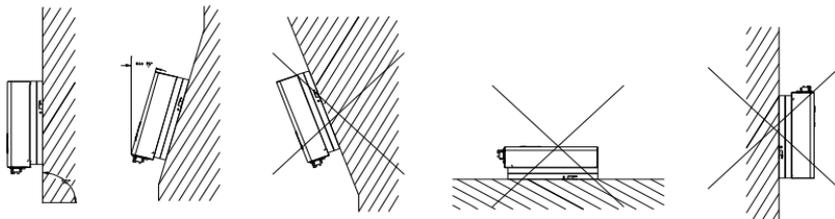

Figura 4.1 Metodo di montaggio
Montare correttamente l'inverter come mostrato nella Figura 4.1 qui di seguito.
- (1) L'apparecchiatura viene raffreddata tramite convezione naturale e può essere installata all'interno o all'esterno.
- (2) Si prega di installare l'apparecchiatura come indicato in Figura 4.1. Si consiglia l'installazione verticale. Montare verticalmente o inclinato all'indietro di max. 15°. Non installare mai l'inverter inclinato in avanti, lateralmente, orizzontalmente o capovolto.
- (3) Installare l'inverter a livello degli occhi per agevolare il controllo del display LCD e per le possibili attività di manutenzione.
- (4) Installare l'inverter in modo tale da poterlo in futuro anche smontare per possibili attività di manutenzione.